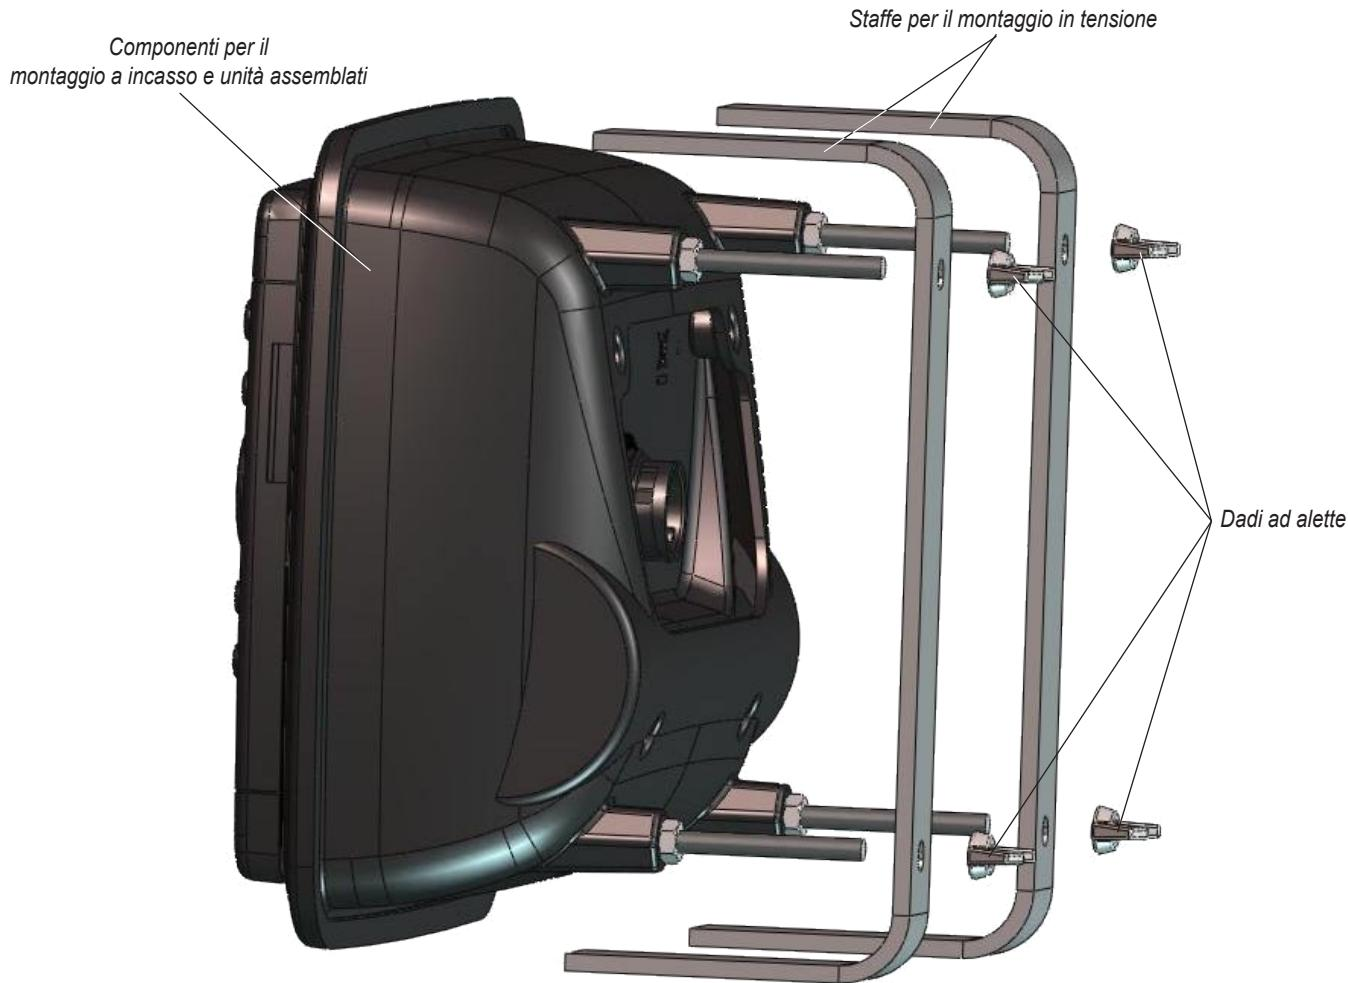

Figura 2
3. Inserire l'unità nell'apertura (vedere la Figura 2):
- Inserire le staffe per il montaggio in tensione sui bulloni esagonali e fissarle con i (4) dadi ad alette.
- Serrare i (4) dadi ad alette per fissare l'alloggiamento dell'unità alla superficie di montaggio. Prestare attenzione a non stringere eccessivamente i dadi.